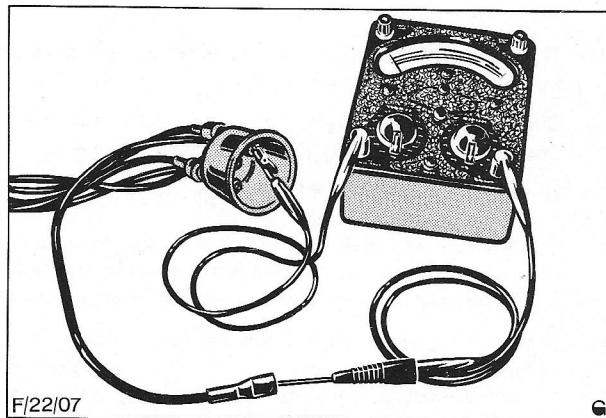

Fig. 28 Weerstand van hoogspanningskabel meten met AVO-meter.
5. Weerstand van hoogspanningskabels meten, zie Fig. 28.